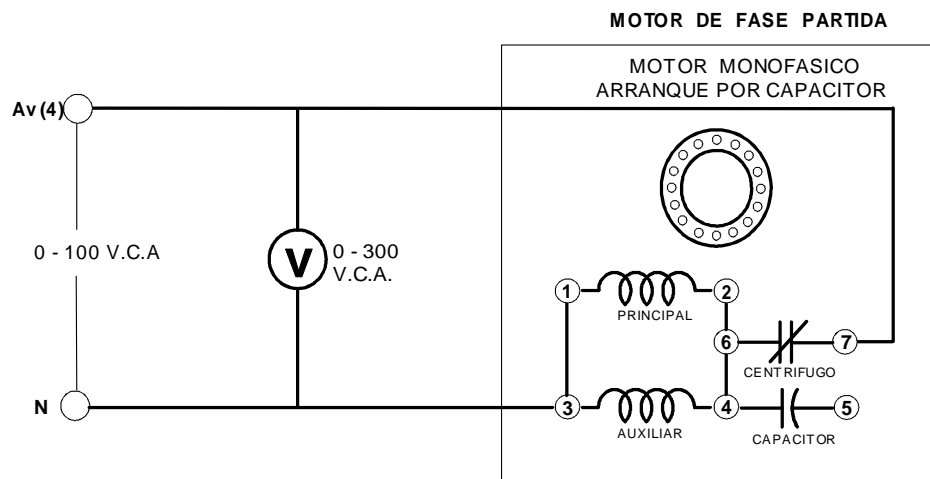

Fig. A10-2
- 9.- Conecte el circuito que se ilustra en la figura A10-2. Observe que los dos devanados están conectados en paralelo y que el interruptor centrífugo está en serie con los devanados del motor conectados en paralelo y las terminales **Av(4)** y **N** de la fuente de alimentación de 100 V.c.a.